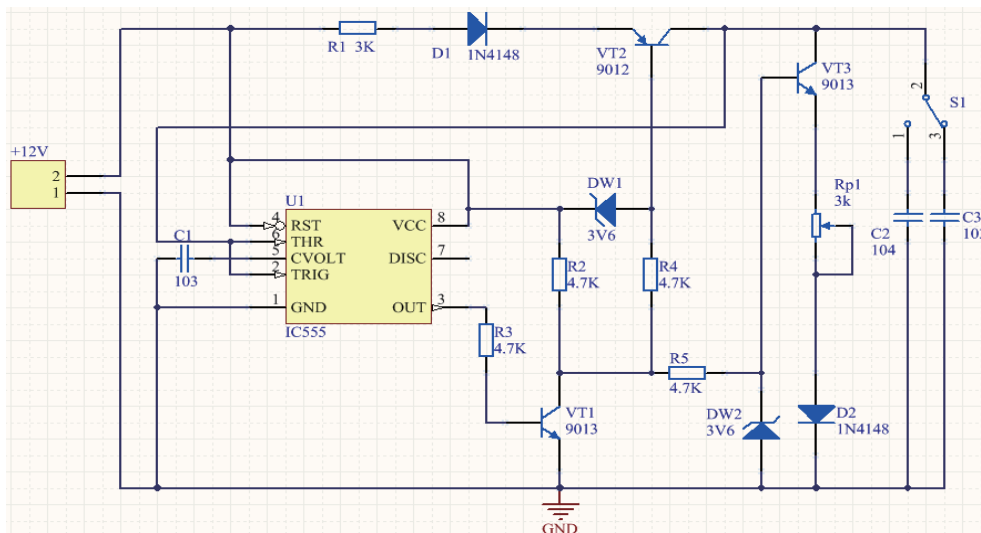

图 M1-6 三角波信号发生器电路原理图
(1) 任务：某民航飞机修理企业承接了一批三角波信号发生器的制作与测试任务，其电路原理图如图 M1-6 所示。